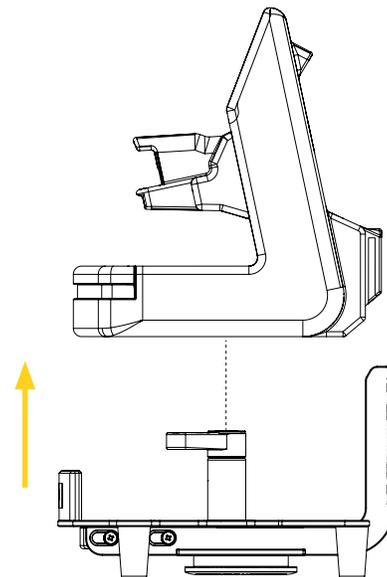

Figure 12: Retrait de l'appareil médical du support de fixation avec micro disque inférieur (vue du dessus)
2. Soulever l'appareil médical verticalement à l'aide de la poignée pour le retirer du support de fixation (Figure 12). Mettre l'appareil médical de côté sur une surface plate et propre, ou le ranger selon vos protocoles internes établis.